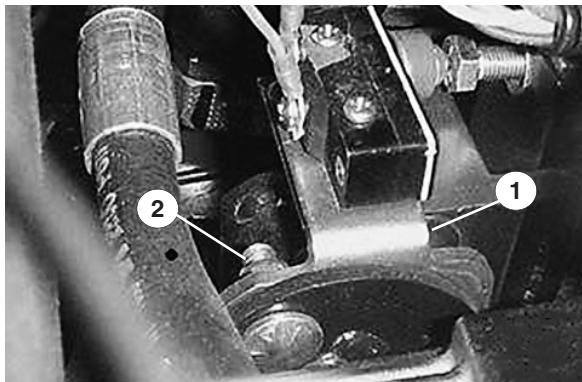

Figure 30
4. Desserrez les deux contre-écrous de fixation de la plaque de la pompe pour lui permettre de bouger librement (Fig. 30).
5. Mettez le moteur en marche et tournez la plaque de la pompe (Fig. 30) dans un sens ou dans l'autre jusqu'à ce que la roue cesse de tourner.
6. Arrêtez le moteur et resserrez les contre-écrous pour fixer la plaque de la pompe (Fig. 30).